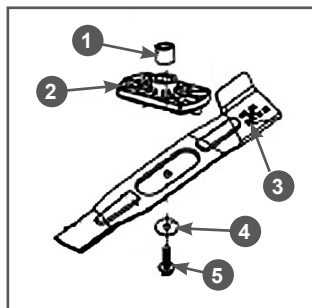

Рис. 14 Схема крепления ножа
6. Осмотрите адаптер 2 ножа (Рис. 14). Адаптер ножа не должен иметь повреждений, нож должен быть